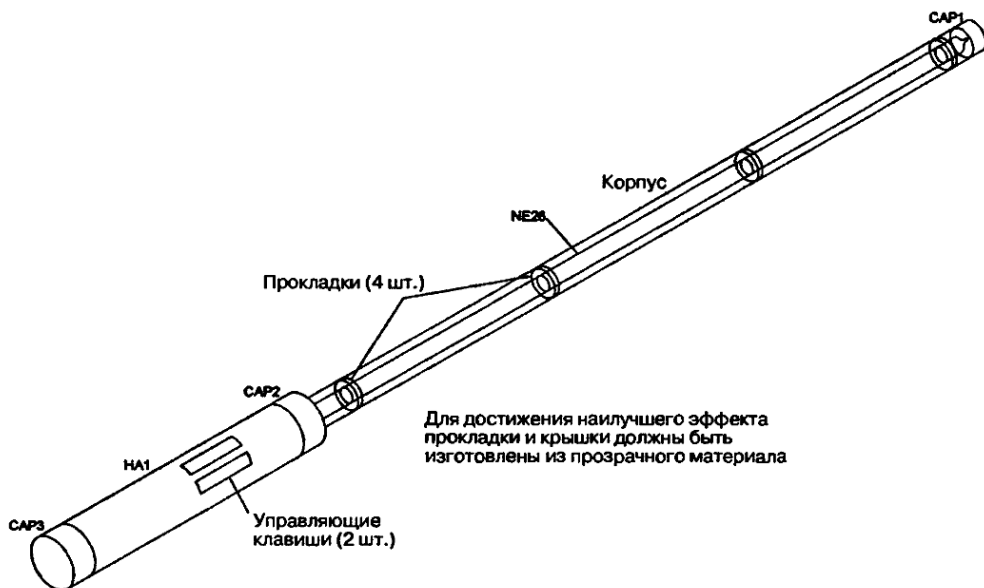

Рис. 21.7. Вид готового плазменного меча
10. Соберите все устройство, как показано на рис. 21.7, наденьте все крышки, приклейте ярлыки. А теперь развлекайтесь, и да пребудет с вами великая сила Маклауда Дункана. Побудьте немного ребенком и помашите световым мечом, но только осторожно – он стеклянный.